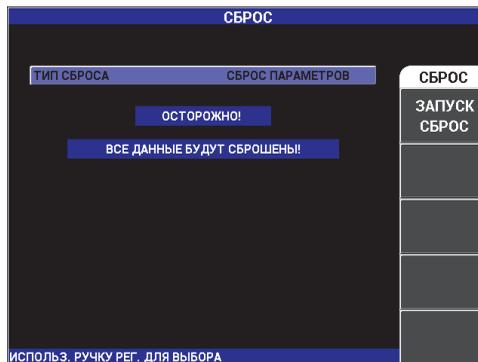

Рис. 4-25 Меню СБРОС
- (1) Для доступа к меню **СБРОС** нажмите клавишу ADV SETUP (⏏), затем клавишу E и, с помощью ручки регулятора, выберите желаемый тип сброса: параметры, память или основной (см. Рис. 4-25 на стр. 121 и Табл. 3 на стр. 122).
- (2) Для выполнения сброса нажмите клавишу A.
- (3) Для выхода из меню нажмите клавишу Return (↩).